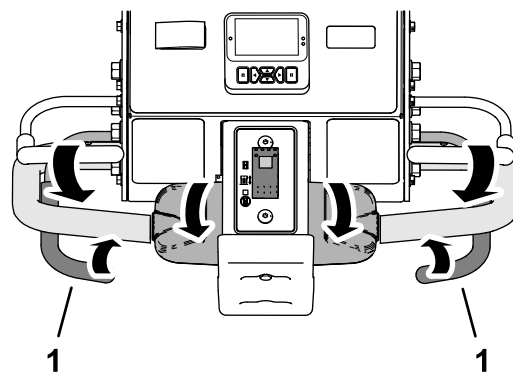

Bild 87
- Schließen Sie entweder den linken oder rechten Aerifizierbügel (Bild 87).